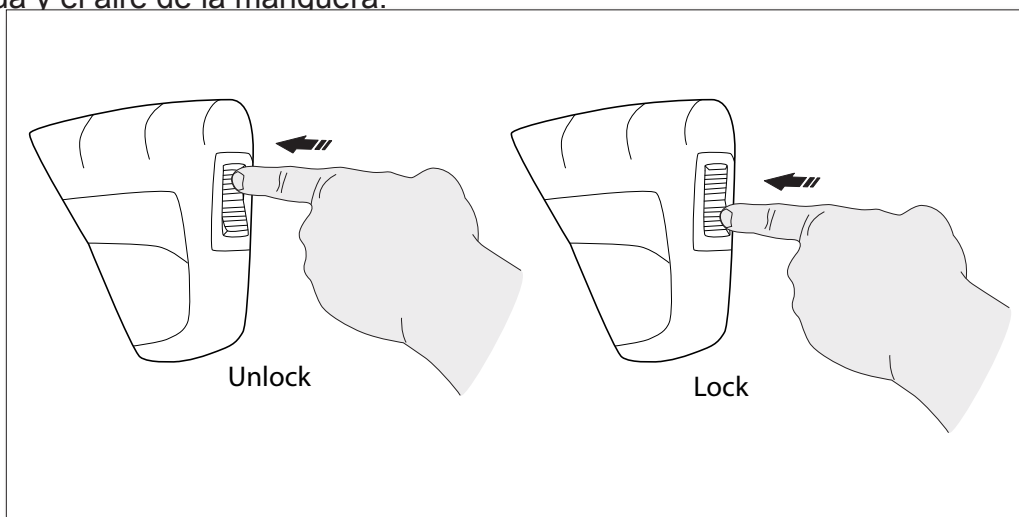

Fig. 20
- Suelte el botón de bloqueo de seguridad de la pistola pulsando el botón de bloqueo de seguridad de la derecha a la izquierda (**Fig. 20**). Al mismo tiempo que apunta la pistola en una dirección segura, apretar el gatillo de la pistola hasta que se produzca un flujo continuo de agua, dejando que el agua y el aire de la manguera.